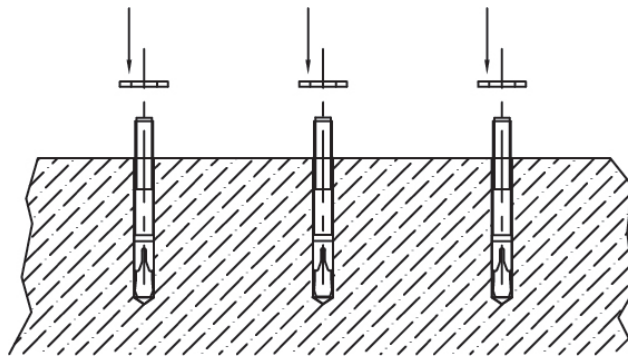

Fig. 4
3. Placez les rondelles sur les chevilles. (Fig. 4)